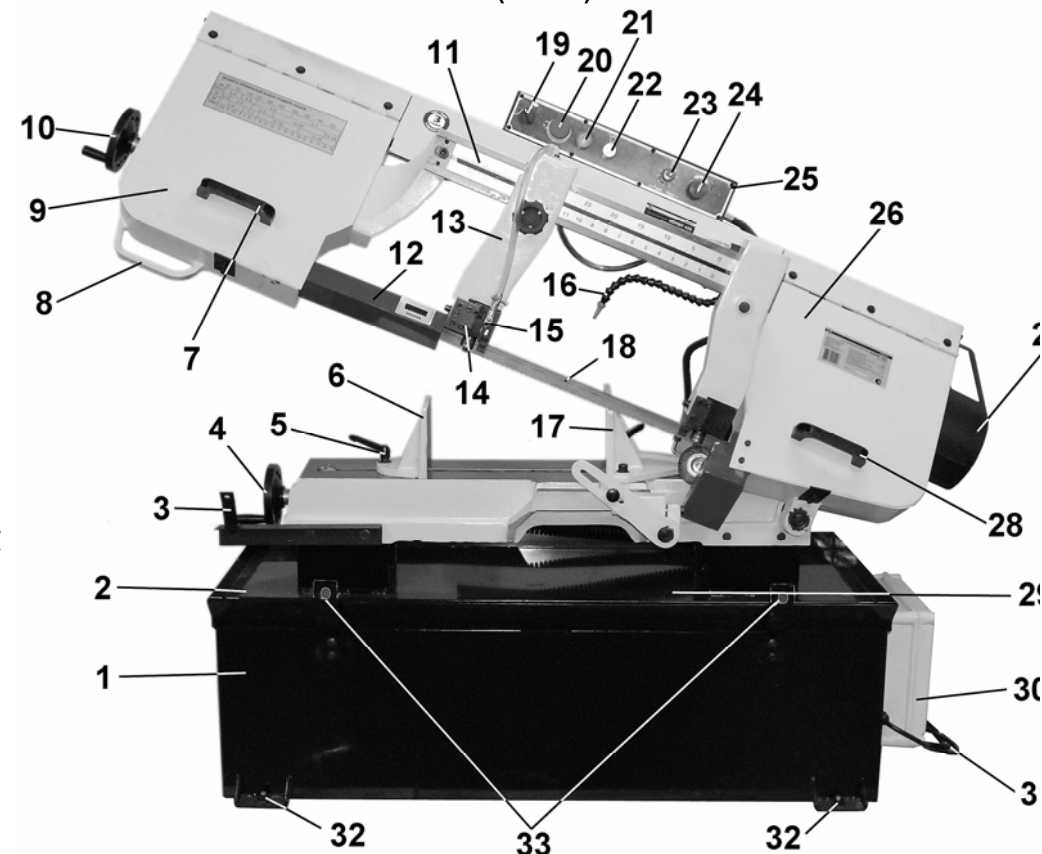

Рис. 2
7. УСТРОЙСТВО ЛЕНТОЧНОЙ ПИЛЫ (Рис. 2)
- 8.3.2. Как показано на Рис.2, установите съёмный поддон (29) для сбора металлической стружки.